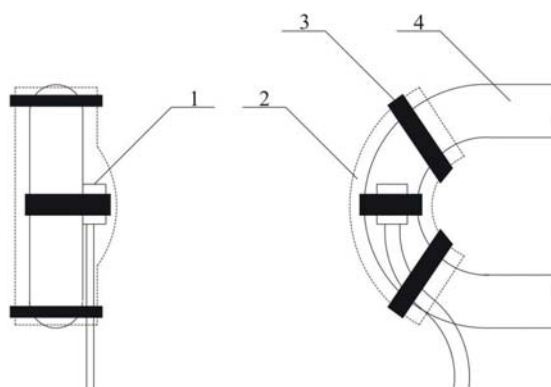

Рис.2 Монтаж датчика температуры
8.2.2 Смонтировать датчик температуры на калаче конденсатора конденсаторного блока, в соответствии с рис.2: